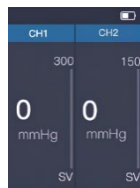

図3：メイン画面
② 圧力値の設定後、メイン画面に戻る方法は以下の3つです。
- ・ 2秒間待つと、自動的に操作パネルへ戻ります(図3 参照)。
- ・ 排気/減圧ボタンを押すと、メイン画面に戻ります(図3 参照)。